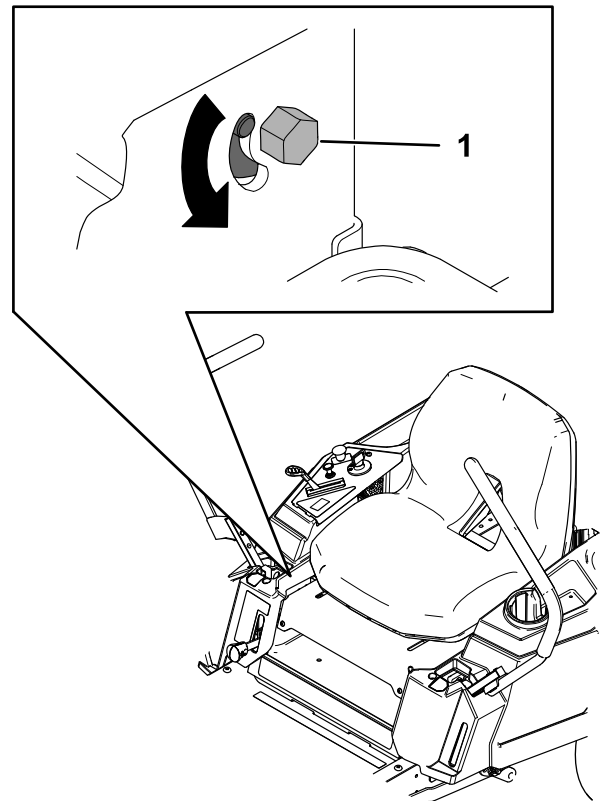

Figura 55
3. Localice el perno de ajuste de la dirección junto a la palanca de control de movimiento en el lado concreto que necesite ajuste (Figura 55).